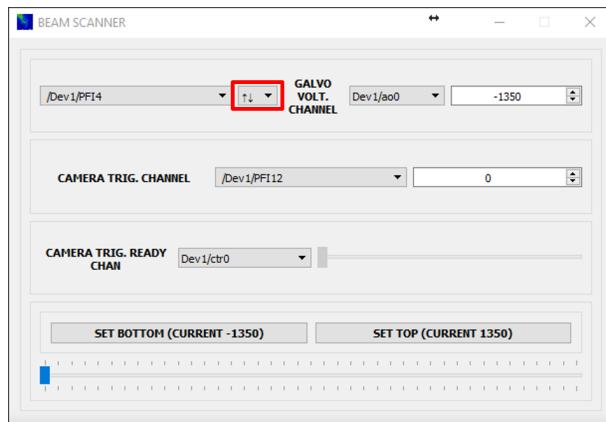

Figure 19 – Fenêtre pop-up de *Scan. and Trig.*.
9. Cliquer sur le menu déroulant indiqué à la figure 19. Sélectionner l'option '-'. Cliquer sur X pour fermer la fenêtre.
2. Cliquer sur le menu déroulant indiqué à la figure 19. Sélectionner l'option ' $\uparrow\downarrow$ '.